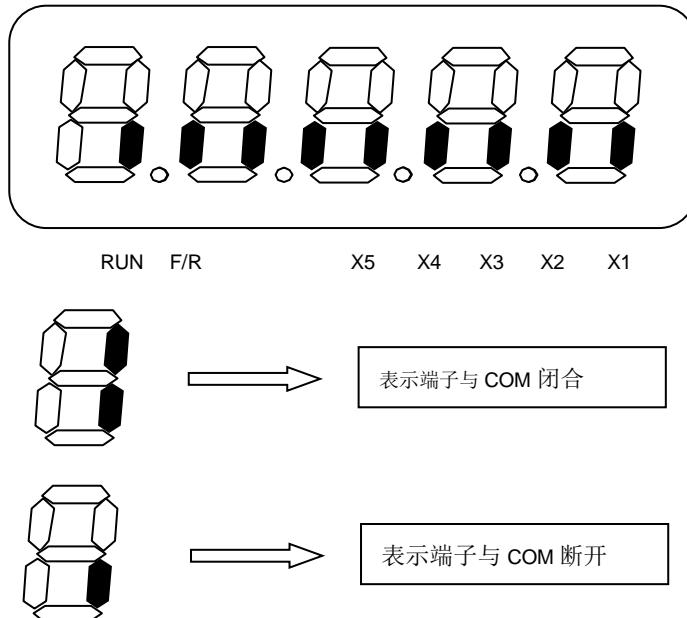

图 6-26 输入端子状态显示
- 显示变频器输入端子或输出端子的合、断状态。如图 6-26、6-27 所示。